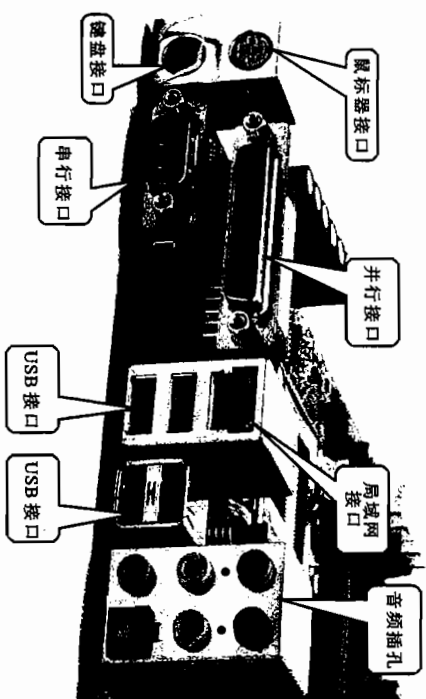

图 5-15 ATX 主机板后面的接口
- 串行接口: 在后面的 9 针 D 型接口(如图 5-15 所示)。